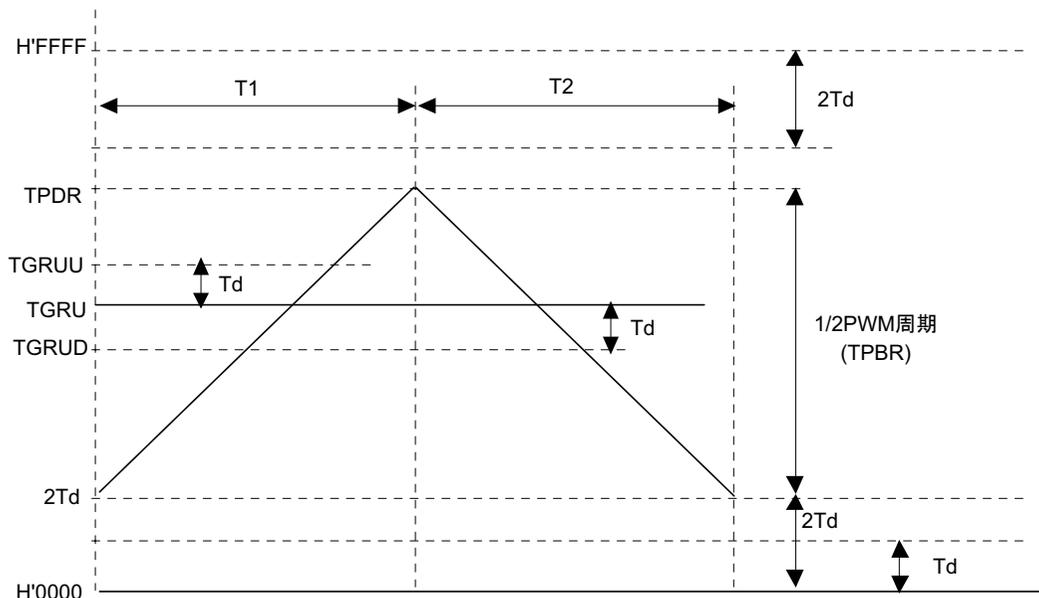

図 2.41 PWM 波形出力方式動作原理
(2) 図2.41にPWM波形出力方式を示します。相補PWMモード設定時データ転送およびコンペアに関しては、以下の法則に従っています。